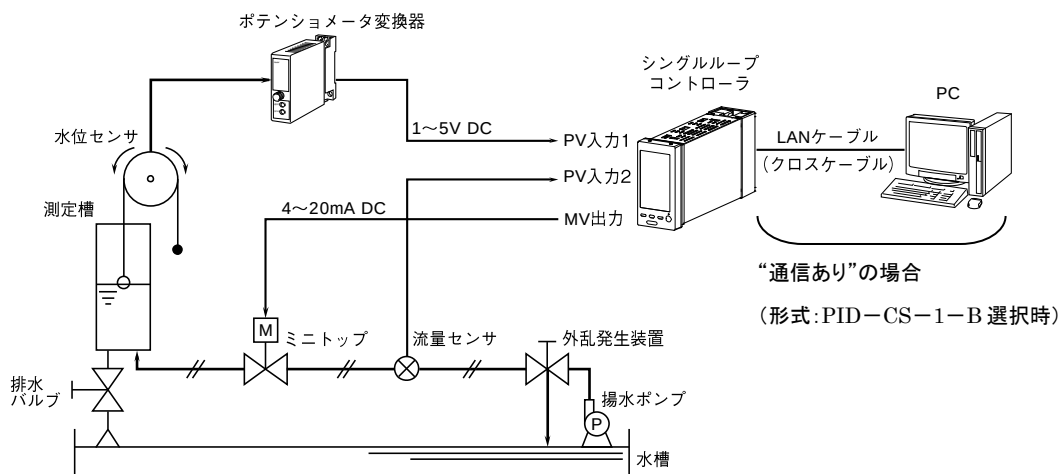
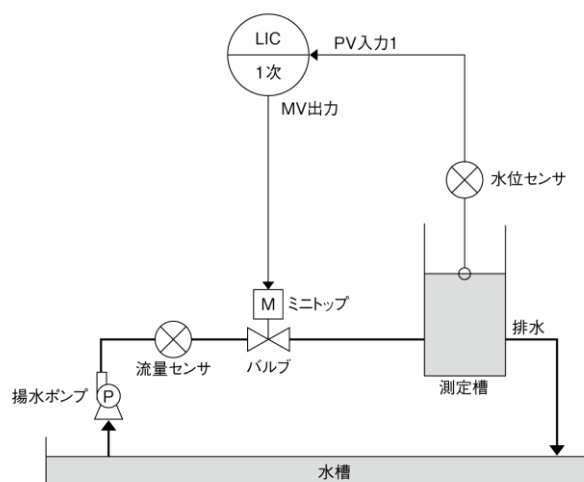
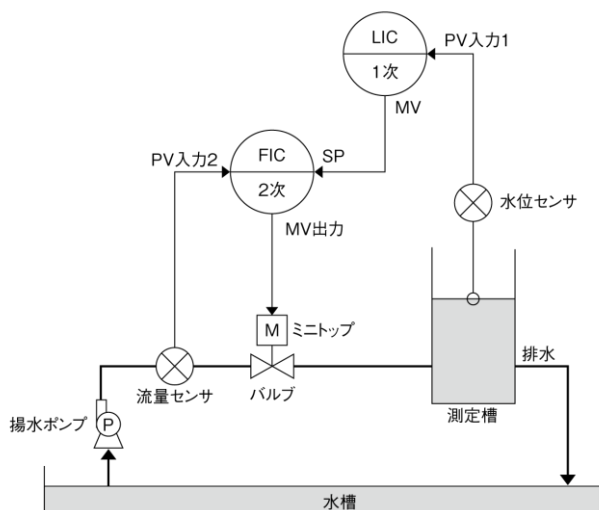

図 1 システム構成図
図2 水位制御ループ図
図4 カスケード制御ループ図
- ① 図 1 で測定槽に設置されたフロートが上下することにより、水位センサの滑車が回転します。滑車の回転に応じて滑車の中心に設置されたポテンシオメータの軸が回転することにより、水位(0～100%)に応じた抵抗値をポテンシオメータ変換器(形式:M2MS)へ入力します。
- ② ポテンシオメータ変換器は、抵抗値に応じた信号(1～5V DC)をシングループコントローラ(形式:SC100/SC200)の水位制御ブロック(LIC)に測定値(PV 入力 1)として入力します。
- ③ 図 2 で、水位制御ブロック(LIC)は、測定値(PV 入力 1)と設定した水位目標値(SP 値)との偏差をもとに PID 演算処理を行います。その結果を制御出力(MV 出力 4～20mA DC)に変換してミニトップ(形式:
- ① 図1で、水槽に設置された揚水ポンプが運転することにより、流量センサの中の羽根車が回転します。流量センサはその回転に応じたパルス信号をシングルループコントローラ(形式:SC100/SC200)の流量制御ブロック(FIC)へ測定値(PV 入力 2)として入力します。
- ① 図1で、測定槽に設置されたフロートが上下することにより、水位センサの滑車が回転します。滑車の回転に応じて滑車の中心に設置されたポテンショメータの軸が回転することにより、水位(0～100%)に応じた抵抗値をポテンショメータ変換器(形式:M2MS)へ入力します。
- ② ポテンショメータ変換器は、抵抗値に応じた信号(1～5V DC)をシングルループコントローラ(形式:SC100/SC200)の水位制御ブロック(LIC)へ測定値(PV入力1)として入力します。
- ③ 図4で、水位制御ブロック(LIC)は、この測定値(PV入力1)と設定した水位目標値(SP値)との偏差にPID演算処理を行います。その結果を2次側の流量制御ブロック(FIC/2次)の流量設定値(SP値)として入力します。
- ④ この設定値(SP値)と流量測定値(PV入力2)との偏差に、同じくPID演算処理をして、その結果を制御出力(MV)の4～20mA DCとしてミニトップに出力します。
- ⑤ ミニトップは、4～20mA DCの信号に応じてバルブを開閉し、ポンプから測定槽への給水量を増減します。